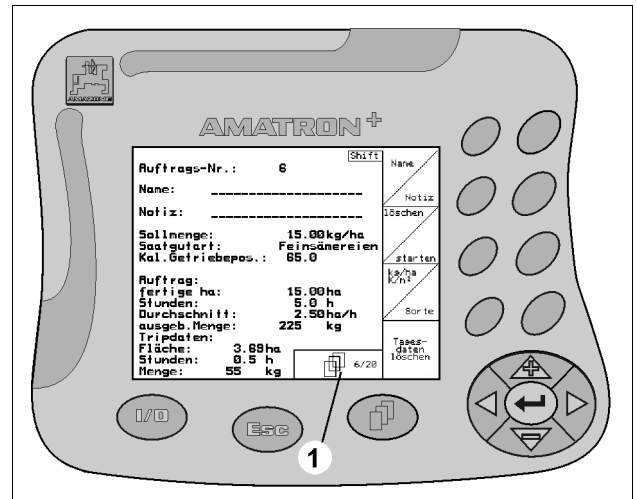

Fig. 10
- Blättern in weitere Menüblätter (nur möglich wenn Blättern-Symbol [Fig. 10/1] im Display erscheint)